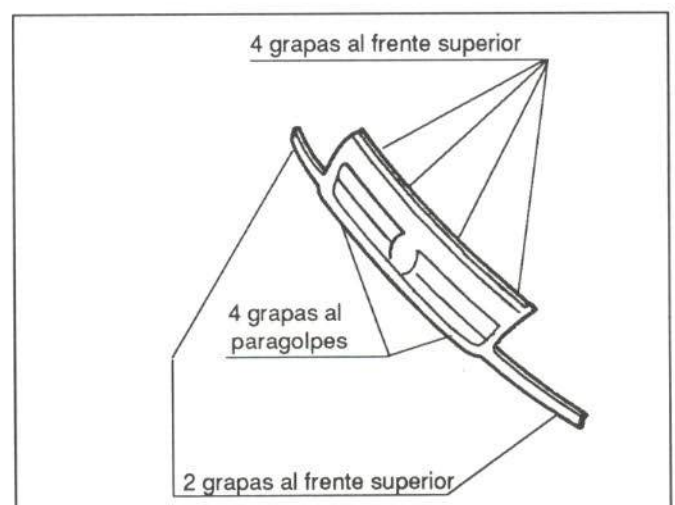

Figura 14.- Fijación de la rejilla frontal
En la figura 14 se muestra su fijación.
- Rejilla frontal (figura 14)